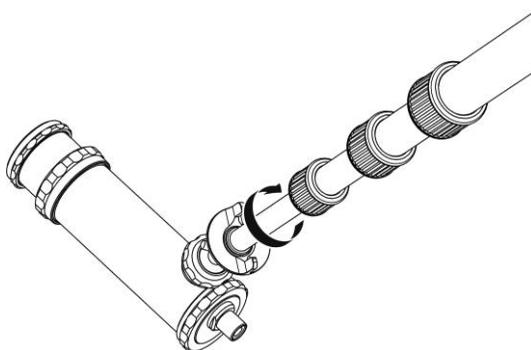

Рисунок 2.8 – Закріплення штанги телескопічної до БДКС-01
2.2.5.4 Накрутіть штангу телескопічну на тримач БДКС-01 (рис. 2.8). За необхідності для цього можна використати викрутку з комплекту постачання.